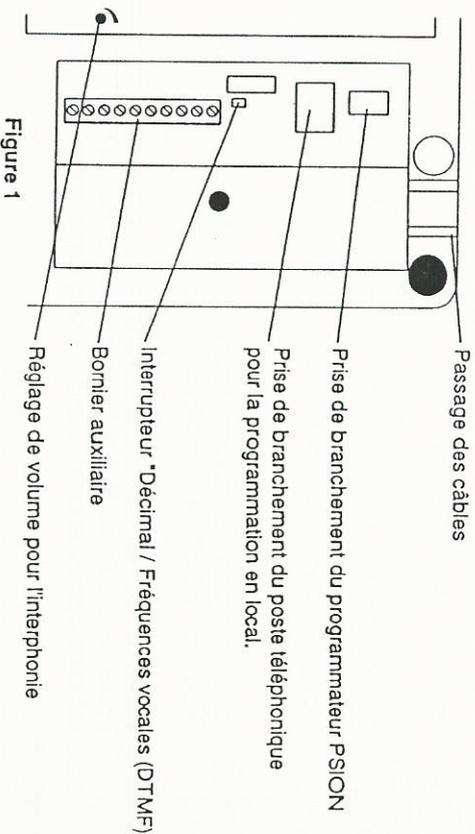

Figure 1
3.2.3. Insérez le petit connecteur du cordon téléphonique dans la prise appropriée située dans l'HOMELINK. Se reporter à la figure 1 (PHONE PROG.). Connectez le téléphone à l'arrière de la prise gigogne. Cette dernière est déconnectée de la ligne téléphonique.